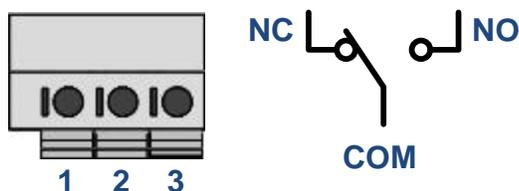

Рис. 3 Конфигурация контактов.
2. Подключение к охранной сигнализации осуществляется через «сухой контакт» (конфигурация, см. рис. 3). При срабатывании «тревожной кнопки» (если активирован режим «не отключаемая задержка») работа темпокассы блокируется на 30 минут, при этом обеспечивается замыкание/размыкание «сухого контакта» длительностью 1 секунда. При любом экстренном отключении электропитания, во время блокировки, после его возобновления, устройство также замыкает/размыкает соответствующие контакты, возобновляя режим блокировки.